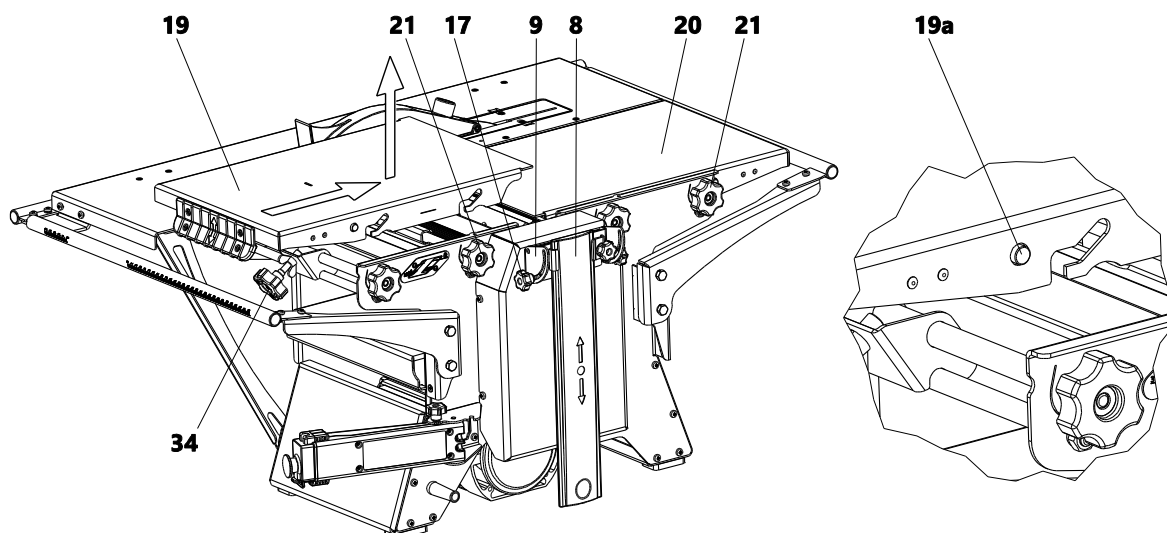

Рис. 16 Снятие приемного и загрузочного строгальных столов со станка
Для снятия приемного 20 и загрузочного 19 строгальных столов необходимо (рис. 16):
- снять приемный и загрузочный строгальные столы (рис. 16);